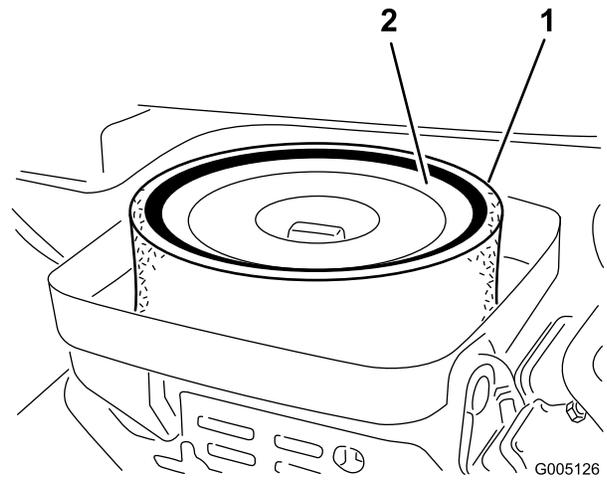

Figura 44
3. Si el elemento de gomaespuma está sucio, sepárelo del filtro de papel (Figura 44). Límpiolo a fondo, de la manera siguiente: